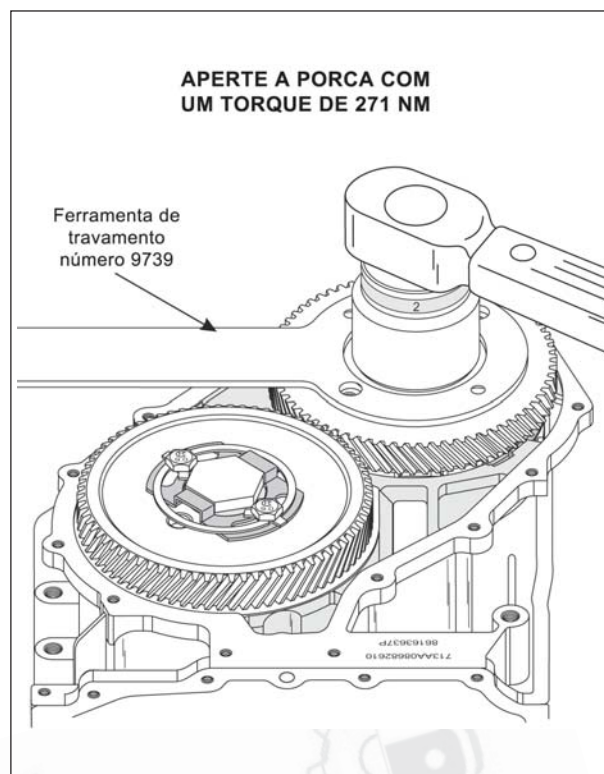

Figura 238
18. Aperte a porca com um torque de 271 Nm utilizando o fixador de engrenagens ferramenta 9739, conforme mostra a figura 238.